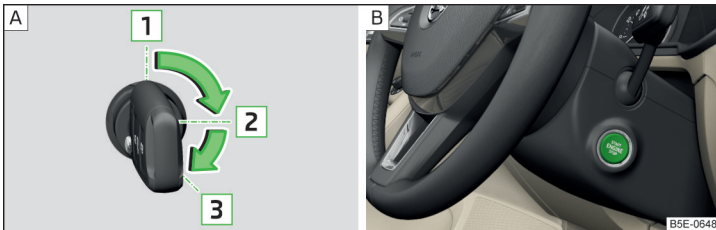

Abb. 239 Positionen des Fahrzeugschlüssels im Zündschloss / Starterknopf
**Positionen des Fahrzeugschlüssels im Zündschloss** » Abb. 239 - [A]
› Den Knopf drücken » Abb. 239 - [B], die Zündung wird ein-/ausgeschaltet.
- › Bei Fahrzeugen mit **Zündschloss** den Schlüssel in die Position **3** drehen » Abb. 239 auf Seite 210 - [A], es erfolgt der Startvorgang. Dann den Schlüssel loslassen, der Motor springt automatisch an.
- › Bei Fahrzeugen mit **Starterknopf** den Knopf kurz drücken » Abb. 239 auf Seite 210 - [B], der Motor springt automatisch an.
- › Bei Fahrzeugen mit **Zündschloss** den Schlüssel in die Position **1** drehen » Abb. 239 auf Seite 210 - [A].
- › Bei Fahrzeugen mit **Starterknopf** den Knopf drücken » Abb. 239 auf Seite 210 - [B], der Motor und die Zündung werden gleichzeitig ausgeschaltet.
- Den Knopf gedrückt halten » **Abb. 239** auf Seite 210 - [B] oder zweimal innerhalb von 1 Sekunde drücken.